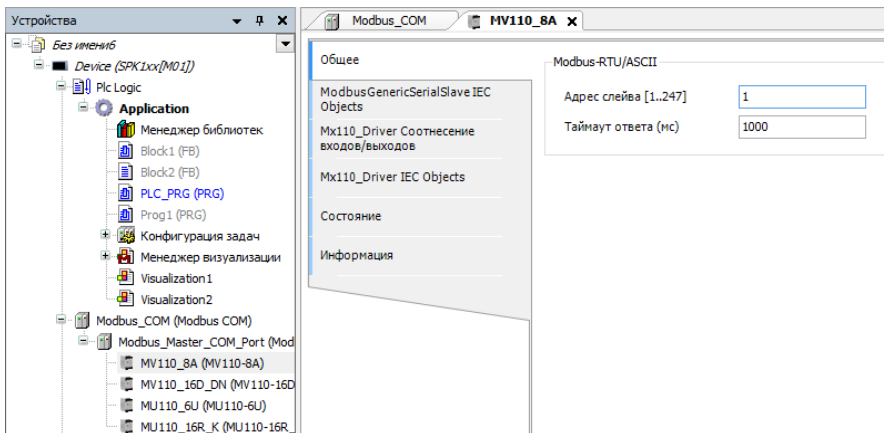

Рис. 17. Адрес для первого модуля MV110_8A
2. Для первого из модулей (**MV110_8A**) необходимо указать адрес **1** (рис. 17).